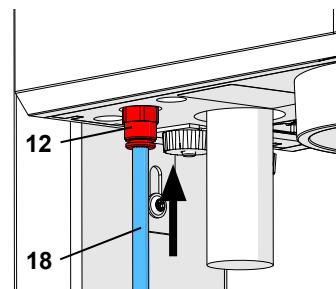

Fig. 5-a
Ved tidligere apparater er indgangsfilteret (13) placeret uden for apparatet (fig. 5-b). Skub i disse tilfældene trykluftslangen (18) ind i indgangsfilteret (13). I den forbindelse skal man kunne mærke en let modstand.